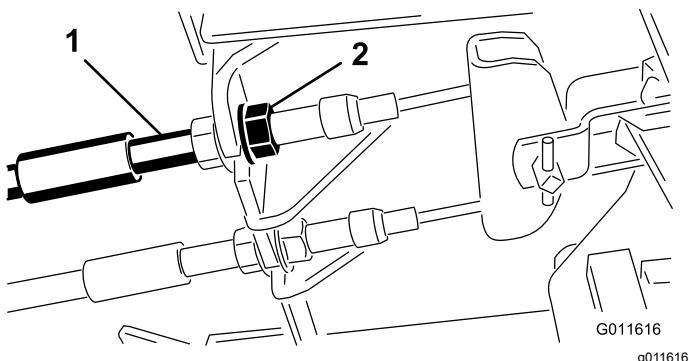

図 43
1. 遊びを減らすブレーキを締めるには、ブレーキケーブルのねじ山の前ナットをゆるめ、後ろのナットを締める図 43。